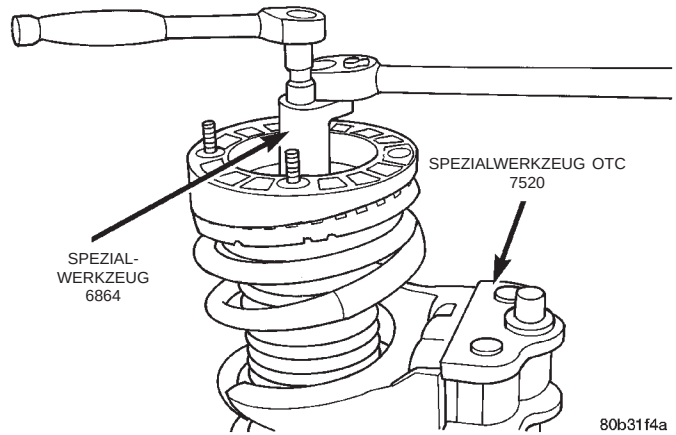

Abb. 40 Mutter der Kolbenstange ausbauen
(4) Den Steckschlüssel, Spezialwerkzeug 6864, auf die Mutter der Kolbenstange/Federbein aufstecken (Abb. 40). Dann eine Stecknuss mit Tiefbetteinsatz durch Werkzeug 6864 auf den Sechskant der Kolbenstange stecken. Die Kolbenstange des Federbeins mit der Sechskantnuss fixieren (Abb. 40) und die Mutter der Kolbenstange ausbauen.
(6) Mutter auf die Kolbenstange/Federbein schrauben. Den Steckschlüssel, Spezialwerkzeug 6864, auf die Mutter der Kolbenstange/Federbein aufstecken (Abb. 40). Dann eine Stecknuss mit Tiefbetteinsatz durch Werkzeug 6864 auf den Sechskant der Kolbenstange stecken. Die Kolbenstange des Federbeins mit
der Sechskantnuss fixieren (Abb. 40) und die Mutter der Kolbenstange mit einem Anzugsmoment von 75 N·m (55 ft. lbs.) festziehen.